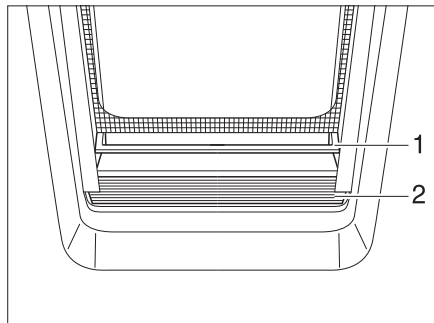

Fig. 25 Dispositif occultant plissé
- Saisir le dispositif occultant plissé (Fig. 25,2) au centre du rebord de saisie (Fig. 25,1), tirer de bas en haut et relâcher à la hauteur désirée. Le dispositif occultant plissé reste alors à cette hauteur.